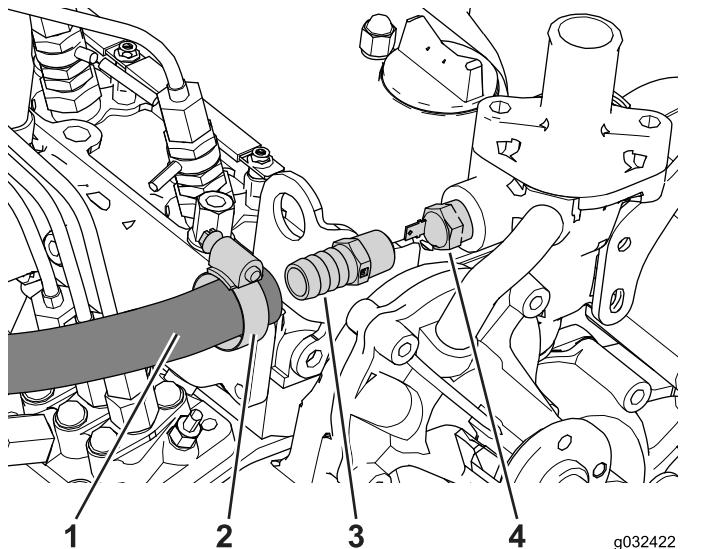

Figura 20
6. Coloque la abrazadera sobre el extremo de la manguera (Figura 20).
7. Inserte el acoplamiento recto en la manguera y sujetelo con la abrazadera (½" a 1¼"), como se muestra en la Figura 20.
2. Localice, desconecte y retire el sensor de temperatura (Figura 20).